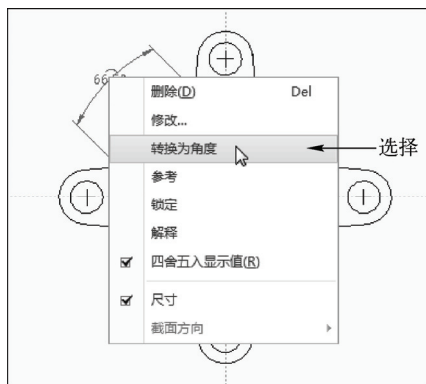

图 4-23 选择“转换为角度”选项
STEP 03 选择尺寸, 单击鼠标右键, 在弹出的快捷菜单中选择“转换为角度”选项, 如图 4-23 所示。